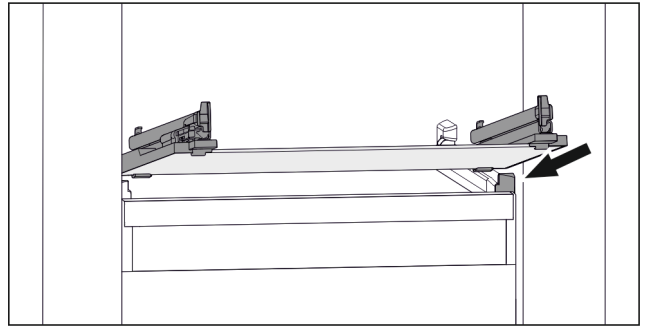

Fig. 141 Rappresentazione esemplificativa del ripiano in vetro
- ▶ Applicare il ripiano in vetro obliquamente dietro i fermi. (vedere Fig. 141)